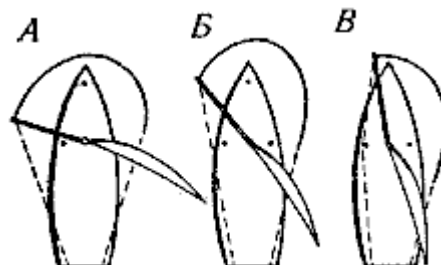

Рис. 114. Схема несения спинакера на разных курсах
**На курсе фордевинд** спинакер надо нести так, чтобы спинакер-гик почти касался наветренных вант (рис. 114, А), а шкот потравить как можно больше: спинакер должен уйти вперед и принять возможно более «пузатую» форму, а спинакер-гик — продолжать линию грота-гика с наветренной стороны мачты.
**На курсе бакштаг** нести спинакер легче, так как он работает даже в слабый ветер и меньше загораживается гротом. Брас травят таким образом, чтобы спинакер-гик стоял между вантами и штагом. На курсе крутой бакштаг вместе со спинакером можно нести и стаксель, хотя заставить его работать нелегко (рис. 114,Б)
**На курсе галфвинд** спинакер-гик стравливают до штага (рис. 114, В). Спинакер на этом курсе очень мешает работе грота, кренит яхту и нижней шкаториной цепляет за волны. Поэтому для галфвинда шьют специальные спинакеры (более плоской формы и меньшего размера).